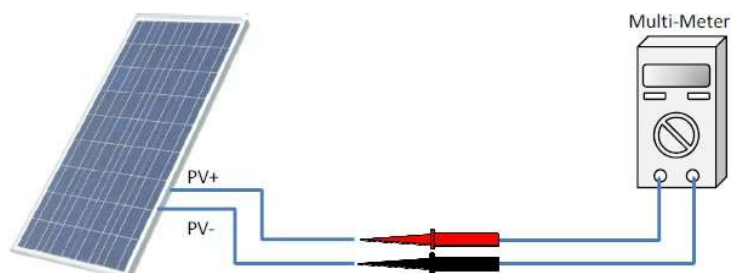

Figura 4-11 Detección de la polaridad del cable de CC
- Consulte la figura 4-11 para confirmar la configuración de la entrada de CC y asegúrese de que la tensión máxima en circuito abierto de cada módulo fotovoltaico sea inferior a 1100 V CC.